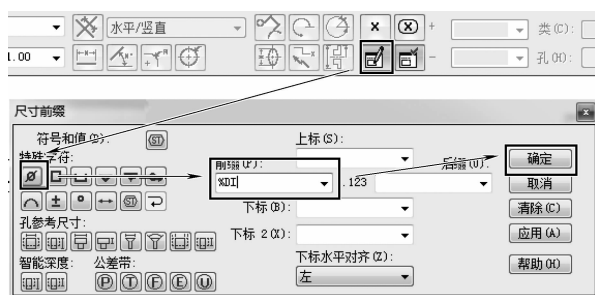

图 9-231 标注圆孔尺寸
(5) 标注圆孔尺寸。单击【主页】选项卡【尺寸】区域中的【智能尺寸】按钮，再单击需要标注的直径尺寸，单击【选择-启用前缀】按钮和【选择-前缀】按钮，弹出如图 9-231 所示的【尺寸前缀】窗口，在【尺寸前缀】中的【前缀】中添加【特殊字符】 Φ ，单击【确定】按钮。